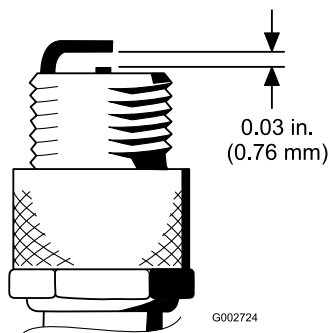

Bild 29
- Stellen Sie den Elektrodenabstand zwischen der mittleren und der Seitenelektrode auf 0,76 mm ein (Bild 29). Setzen Sie eine Zündkerze mit korrektem Elektrodenabstand und der Dichtung ein und ziehen sie mit 23 N·m an. Wenn Sie keinen Drehmomentschlüssel benutzen, ziehen Sie die Kerze fest an.